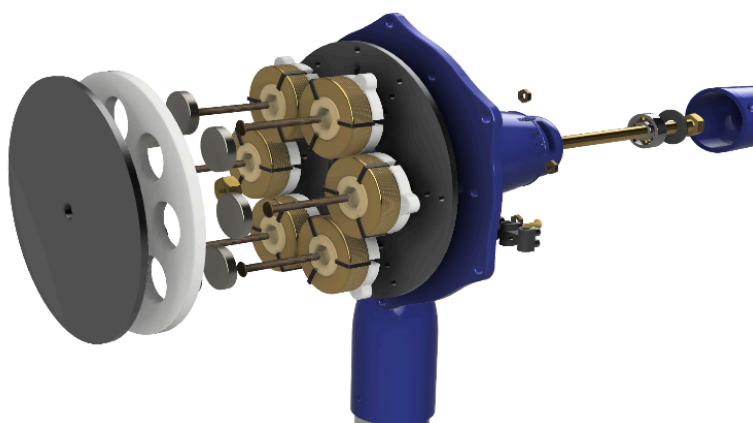

Figura 23. Orden de las partes del generador.
1. Colocar el disco de imanes sobre el conjunto para que quede armado el generador. Colocar las partes del generador en el orden que se muestra en la Figura 23.